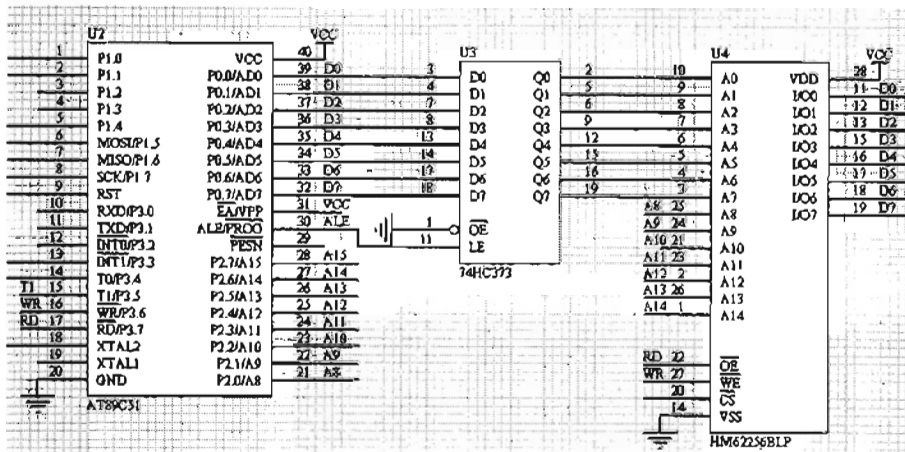

图 20-2 32K SRAM 芯片 HM62256BLP 与 51 单片机的连接参考图
- (1) 为 32K×8 位外部 SRAM 芯片 HM62256BLP 提供全地址译码信号，要求地址译码范围为 0000H~7FFFH。
- (2) 为今后任意扩展 4 个外设模块提供全地址译码，任意分配独立地址译码范围。
- (3) 画出该全译码电路的译码输出信号与 HM62256BLP 的片选信号  $\overline{CS}$  之间的连接图，参考图 20-2。